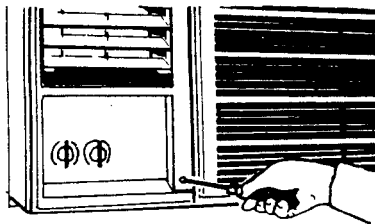

Fig. 9 Abb. 9 第9图
2. Remove the screw which secures the front cover. Fig. 9.
2. Befestigungsschrauben der Frontplatte ausdrehen. Abb. 9.